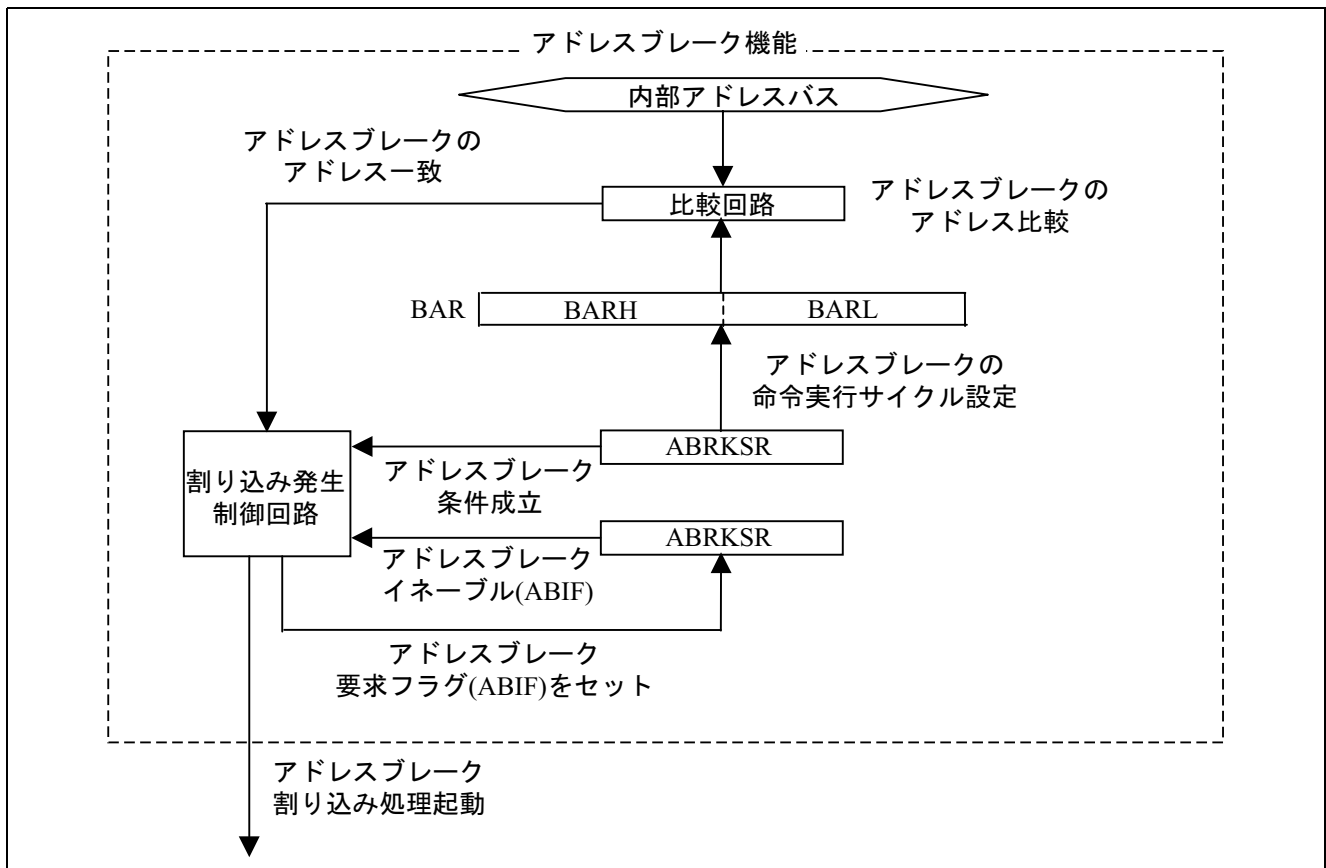

図 3 アドレスブレーク説明図
2.1 アドレスブレーク説明図を図 3に示します。以下に、アドレスブレーク説明図について説明します。